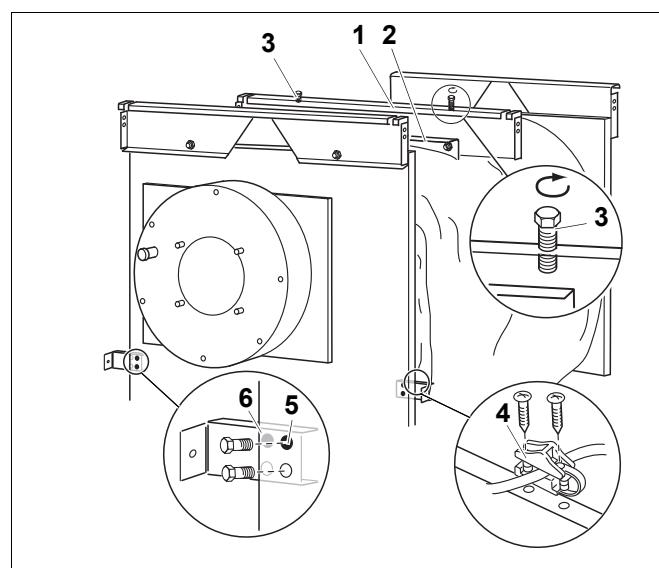

Рис. 10 Фиксатор провода
- Слегка заверните 2 болта M8 x 80 (рис. 10, **поз. 3**) сверху в среднюю траверсу (рис. 10, **поз. 1**).
- Прикрепите среднюю траверсу (рис. 10, **поз. 1**) сверху 2 болтами и 2 гайками с 2 шайбами к планке (рис. 10, **поз. 2**).
Окантовка средней траверсы (рис. 10, **поз. 1**) должна быть направлена вперед.
- Закрепите фиксатор 2 винтами (рис. 10, **поз. 3**).
Экспликация к рис. 10